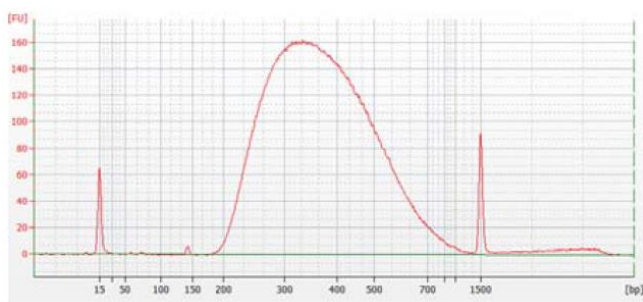
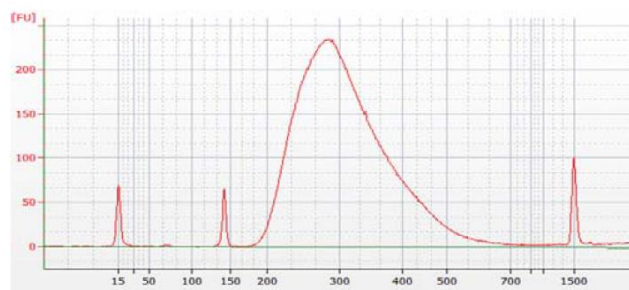
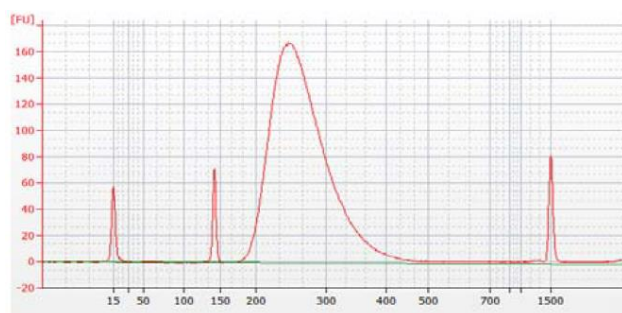

図 9 高品質 gDNA サンプルから調製したキャプチャ前のライブラリの電気泳動図(DNA1000 アッセイ)
図 10 典型的な FFPE gDNA サンプルから調製したキャプチャ前のライブラリ電気泳動図(DNA1000 アッセイ)
図 11 低品質 FFPE gDNA サンプルから調製したキャプチャ前のライブラリの電気泳動図
3. 解析終了後、電気泳動図(electropherogram)により、高品質の DNA の場合は約 300-400 bp、FFPE DNA の場合は約 200-400 bp の間に DNA 断片のピークがあることを確認します。電気泳動図の例は図 9(高品質 DNA から調製したライブラリ)、図 10(中程度の品質の FFPE DNA から調製したライブラリ)、図 11(低品質の FFPE DNA から調製したライブラリ)に示されています。
目的とされるピーク以外に低分子領域にピークが生じている場合、アダプターダイマーの存在が示唆されてます。p. 68-p. 69 図 9、図 10、図 11 と同程度に占められている割合が低い場合は、そのライブラリサンプルを用いてターゲットエンリッチメントの工程に進むことができます。その他については p. 132 のトラブルシューティング情報をご参照ください。